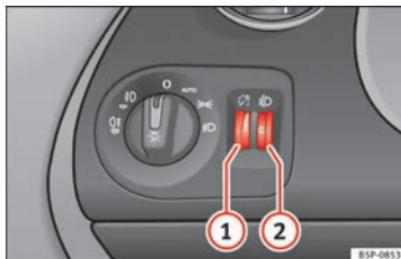

Fig. 70 Tablero de instrumentos: reguladores de la iluminación de instrumentos y mandos y del alcance de los faros.
Con las luces encendidas se puede regular la intensidad de la luz de los instrumentos y mandos girando la ruedecilla moleteada ⇒ fig. 70 ①.